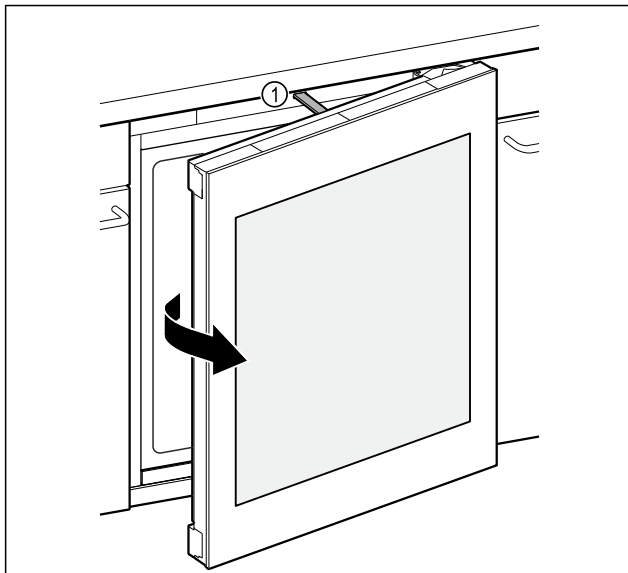

Fig. 88
- Skubbestangen Fig. 88 (1) åbner døren ca. 7 cm.